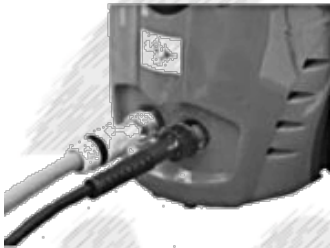

Imagen 3
5. Luego podrá encender el equipo. Ver imagen 3 y 4.